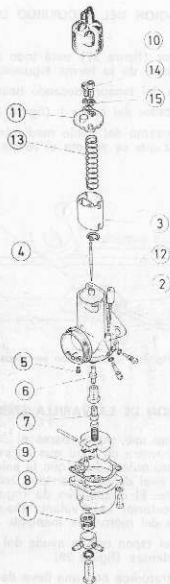

Figura 30.
- Limpiar el filtro (figura 30) con gasolina y asegurarse de que no ha quedado obstruido el taladro del record orientable; a tal fin, comprobar abriendo los grifos de gasolina, y limpiar hasta que salga un chorro bien definido de gasolina.